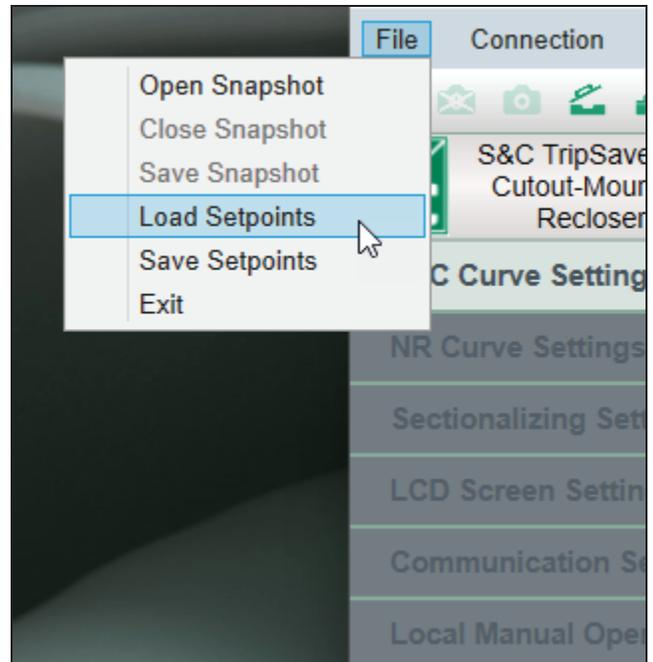

Figura 6. El menú de Puntos de Ajuste de Carga.
**PASO 5.** Seleccione la opción de menú **File>Load Setpoints (Archivo>Cargar puntos de ajuste)**. Ver Figura 6. Navegue hasta el archivo **Pre\_Commissioning Test File Standard Units.xspt** para reconectores con la opción de intervalo de apertura extendido **Pre\_Commissioning Test File 30s -O Units.xspt** para reconectores con la opción de intervalo de apertura extendido “-O” y cargue el archivo de puntos de ajuste. A continuación, pulse el botón **Aplicar**. Los puntos de ajuste no serán cargados en el reconector TripSaver II sin hacer clic en el botón **Aplicar**. El software pasará por varios pasos automáticos que pueden tardar unos minutos. Al final aparecerá una ventana de diálogo confirmando que los ajustes se han aplicado correctamente.